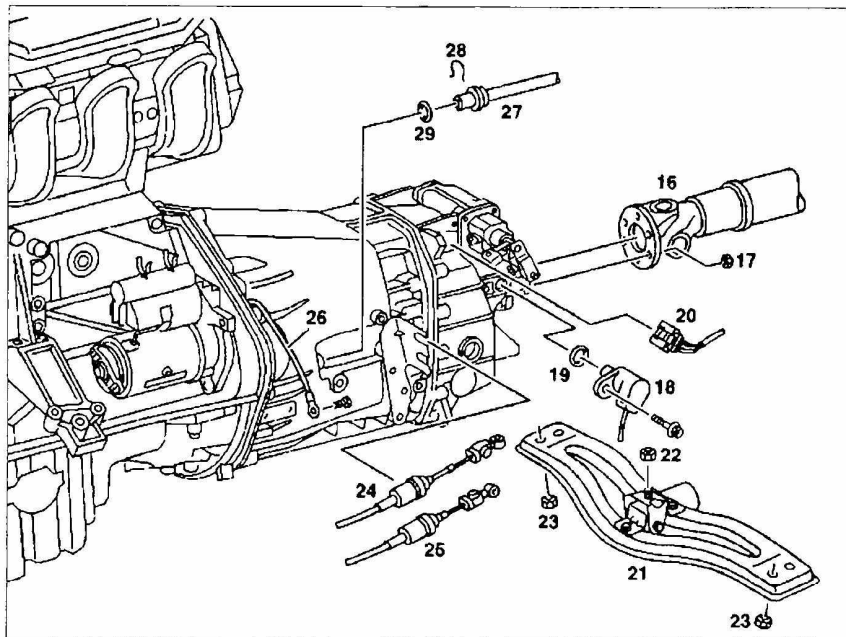

Рис. 16. Снятие и установка двигателей OM 611.981/983/987:
17. Отсоедините карданный вал 16 от выходного фланца (рис. 16).